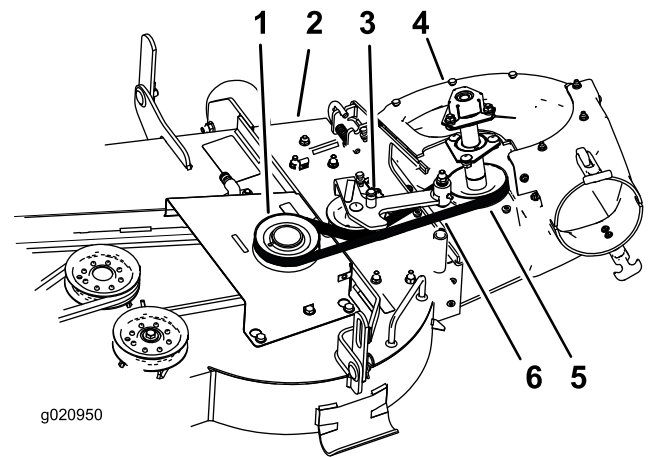

Figure 28
4. Tirez sur la poulie de tension à ressort pour détendre la courroie (Figure 28).
8. Faites passer la courroie neuve autour des poulies de ventilateur (Figure 28).
10. Faites passer la courroie neuve autour de la poulie du tablier de coupe (Figure 28).
13. Tirez en arrière la poulie de tension rappelée par ressort et chaussez la courroie dessus (Figure 28).